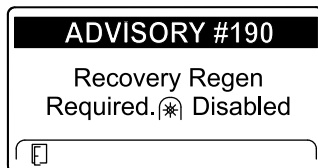

Figura 48
- Richiesta di rigenerazione di recupero - disabilitazione della presa di forza ADVISORY #190 (Figura 48)